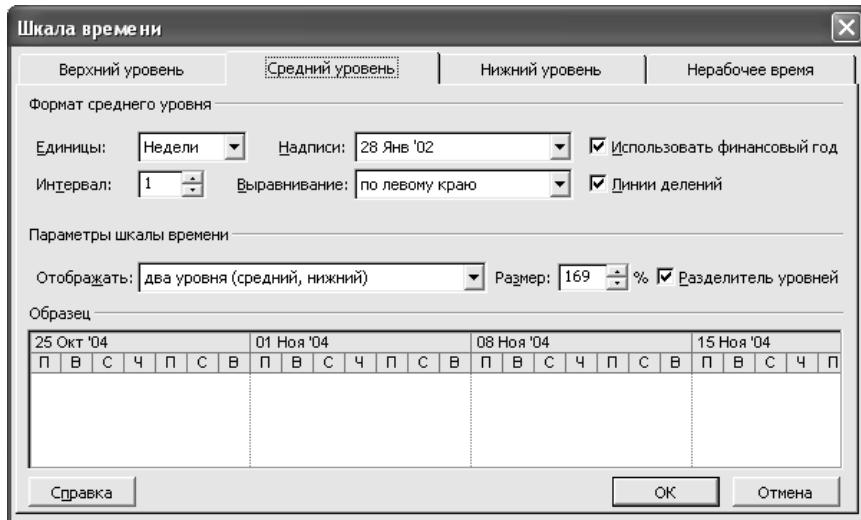

Рис. 38. Форматування шкали часу
2. З меню **Формат** виберіть команду **Шкала часу..** З'явиться вікно **Шкала часу**. (рис. 38).